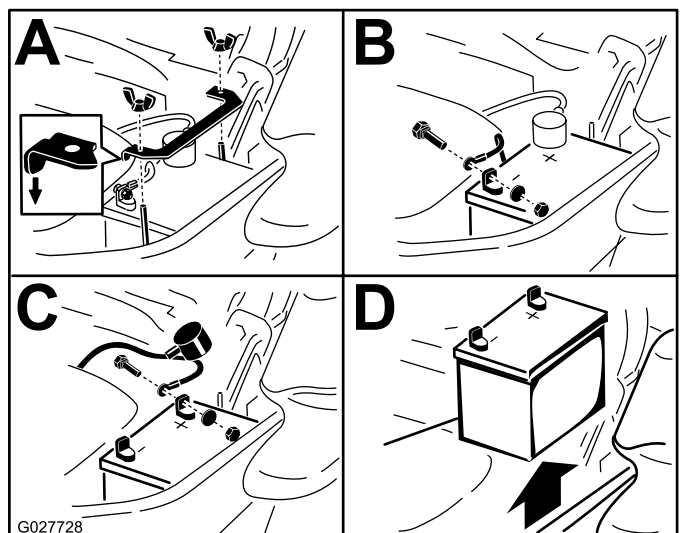

Figura 56
3. Desconecte el cable negativo (negro) de la batería del borne negativo (-) de la batería (Figura 56).
4. Retire la cubierta de goma roja del borne positivo (+) de la batería y retire el cable positivo (rojo) (Figura 56).
5. Retire la tuerca de orejeta que sujeta la abrazadera de la batería (Figura 56).
6. Retire la abrazadera (Figura 56).
7. Retire la batería (Figura 56).
1. Coloque la batería en la bandeja, con los bornes frente al depósito hidráulico (Figura 56).
4. Fije los cables con 2 pernos, 2 arandelas, y 2 contratuercas (Figura 56).
6. Instale la abrazadera y sujétela con la tuerca de orejeta (Figura 56).